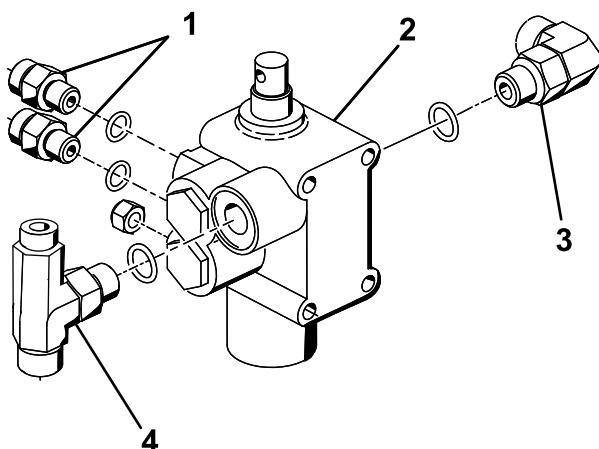

図 9
- 図 9 に示すように、3 油圧コンポーネントの取り付けの準備 (ページ 4) の既存のバルブから取り外したエルボー継手、2つのストレート油圧継手、およびT字継手を新しいリフトバルブにねじ込む。